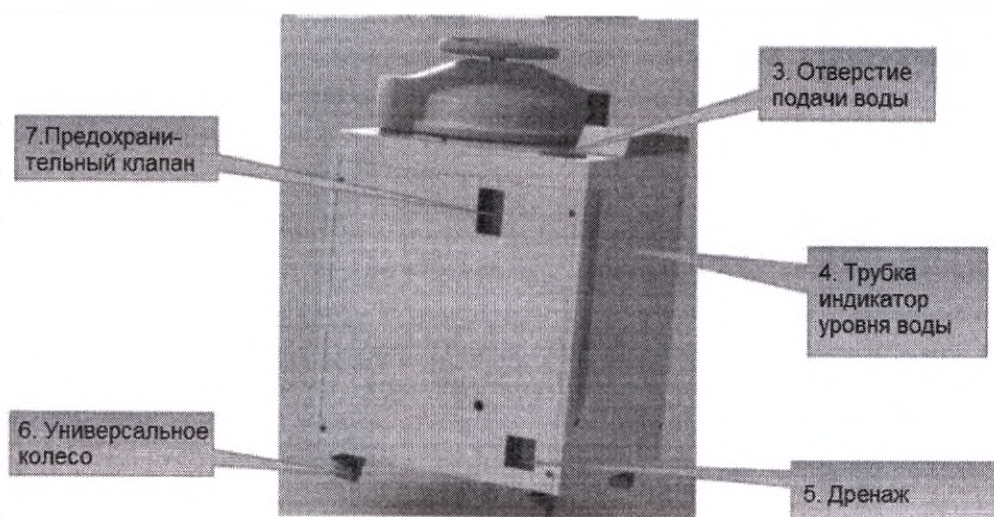

Рис.5
10.2.6 При первом запуске автоклава необходимо открутить пробку и залить дистиллированную воду в заливное отверстие расширительного бака автоклава (см. рис.5). Данная процедура выполняется только при вводе в эксплуатацию нового оборудования, а также каждый раз после того, если из системы автоклава полностью сливается вода.